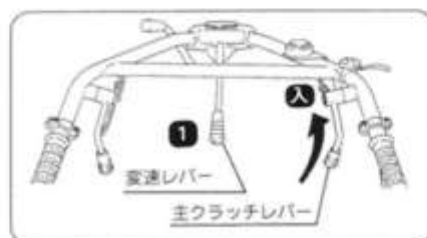

図36
- ④ 変速レバーを1【低速】に入れ、主クラッチレバーを【入】位置にして発進します。周囲の安全を確認して徐々に運転者の能力にあった運転をしてください。決して最初から無理な運転はしないでください。(図36)